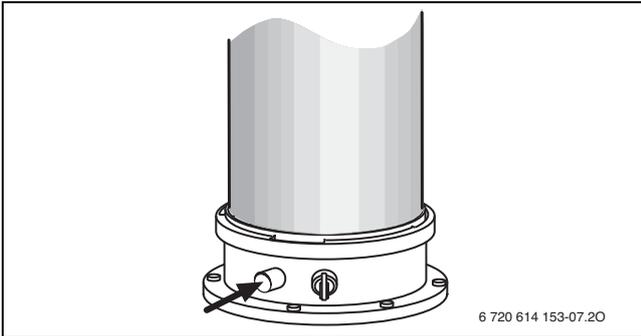

Рис. 44 Измерительный штуцер дымовых газов
- ▶ Откройте винт для измерения разности давлений газового клапана (→ рис. 44, стр. 35).